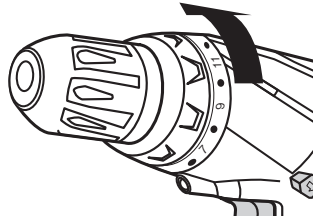

Abb. 4
1. Drehen Sie das Bohrfutter (2) wie gezeigt, um die Werkzeugaufnahme (1) ausreichend zu öffnen (Abb. 4).